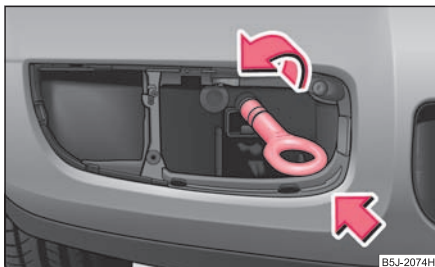

Fig. 197 Bara de protecție față: Montarea inelului de remorcare
- Înșurubați inelul de remorcare cu mâna spre stânga ⇒ fig. 197.